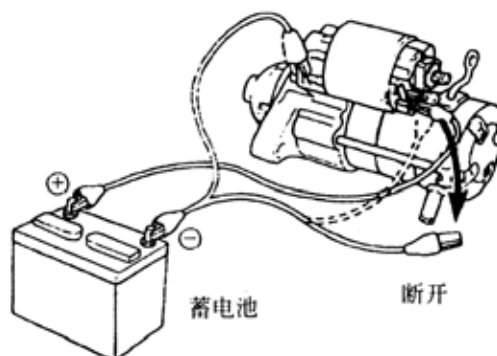

图 9-8
##### 2)保持测试(如图 9-8 所示)。
(3)把蓄电池连接上，让离合器小齿轮脱离啮合，把蓄电池负极(-)从接线柱 C 上断开(见图 9-8)。